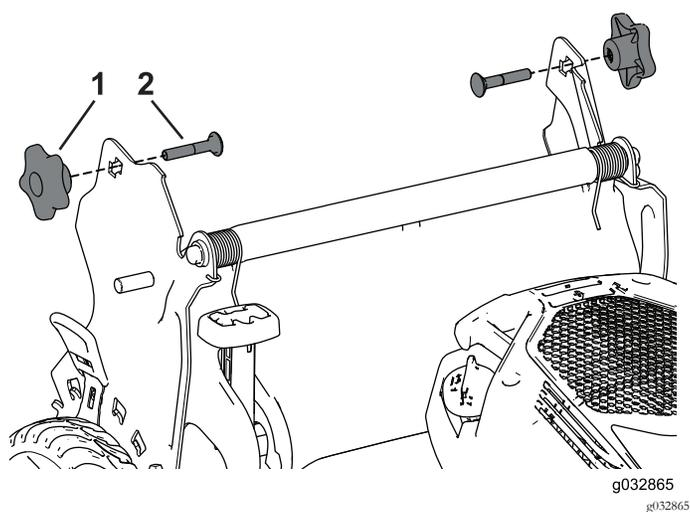

図 29
3. キャリッジボルトを頭部を内側にしてハンドルブラケットの四角い穴とハンドル端部にある上穴に差し込む。各キャリッジボルトの四角い部分が、各ハンドルブラケットの四角い穴上または下にはまっていることを確認する 図 29。